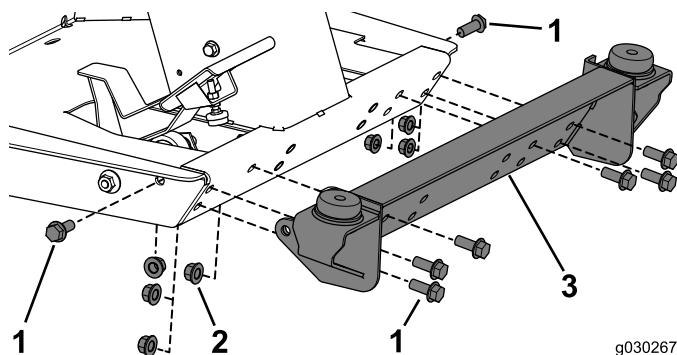

Figura 18
- Fixe a montagem frontal à máquina utilizando 8 parafusos (1/2 x 1-1/4 pol.) e 8 porcas de bloqueio (Figura 18).